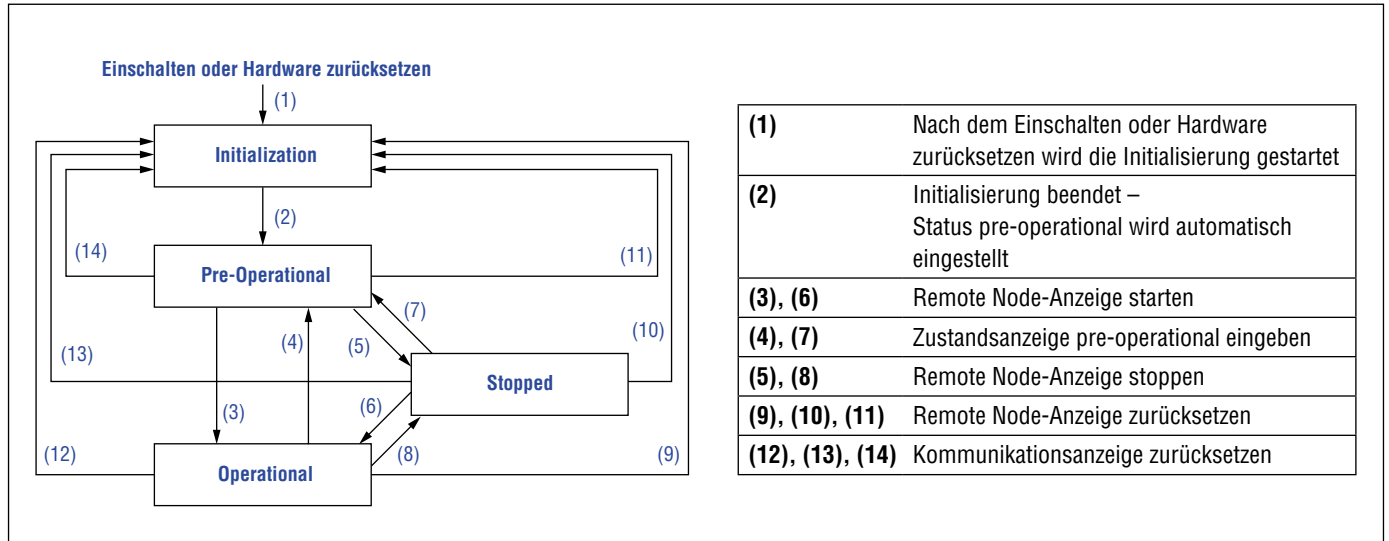

Abb. 26: CANopen State machine
Im pre-operationalen Zustand ist die Kommunikation über SDOs (Kapitel 5.7) möglich, während (PDO) Kommunikation nicht erlaubt ist. Konfigurationen von PDOs und Geräteparameter dürfen durchgeführt werden. Auch Emergency-Objekte und eine Fehlerkontrolle wie die CANopen Sensoren „Heartbeat-Nachricht“ können in diesem Zustand auftreten. Durch das Senden eines NMT „Start Remote Node“ (3) (Abb. 26), wird der Node direkt in den operationalen Zustand versetzt.